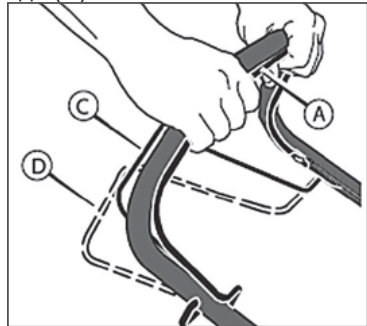

Рис. 11 Положение рычагов остановки двигателя и включения привода хода
1. Удерживайте рычаг остановки двигателя (A) в рабочем положении (Рис. 11). Запустите двигатель.
2. Прижмите рычаг включения привода к рабочей рукоятке в положение С (Рис. 11). Теперь система привода включена, и газонокосилка начнет двигаться вперед.
3. Для выключения только системы привода, отпустите рычаг включения привода (С). В выключенном положении (D), газонокосилка прекратит движение вперед, но двигатель будет продолжать работать, а нож вращаться.
4. Для выключения системы привода и для остановки работы двигателя, полностью отпустите рычаги остановки двигателя (A) и включения привода хода (С).